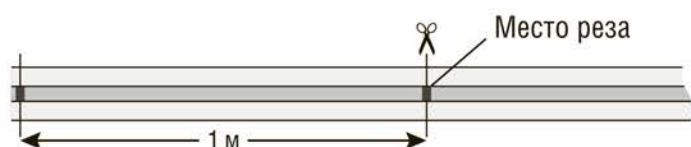
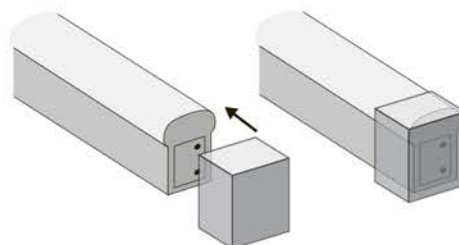

Рис. 2. Разрезание светодиодной ленты.
Рис. 3. Установка заглушки на светодиодную ленту.
- Разрезание светодиодной ленты на участки.** Светодиодную ленту NLS-2835-IP67-220V-NEONLED можно разрезать на участки, кратные одному сегменту, длина которого равна 1 м. Разрез необходимо производить строго посередине участка, соединяющего смежные сегменты, см. Рис.2. В месте разреза ленты пропущен сегмент гибкой печатной платы. Место разреза отмечено маркировкой. На окончание участков светодиодной ленты, к которым не планируется производить какие-либо подключения, необходимо установить заглушки для ленты NLSC-sup-2835-220-NEONLED, Рис.3.